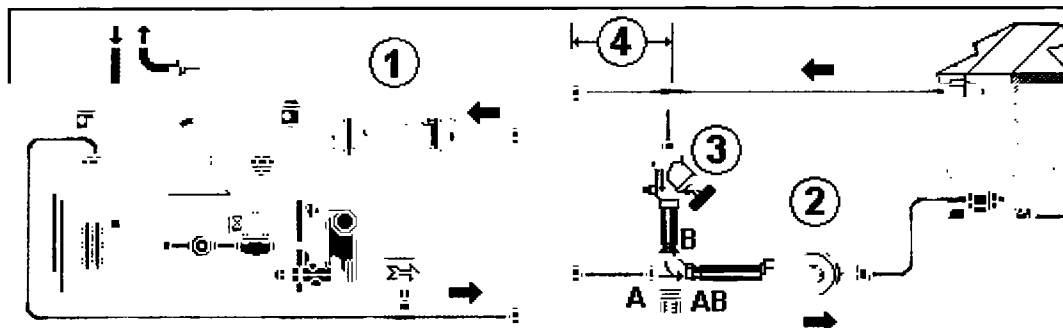

Рис. 98.38.
Как вы думаете, всегда ли в схеме на рис. 98.38 необходим уравнильный вентиль?
- ▶ При закрытом патрубке В, вода во вторичном контуре проходит через батарею, два отрезка трубопроводов (поз. 4 на рис. 98.38) – на входе в смесительный ресивер и выходе из него, и собственно сам смесительный ресивер.